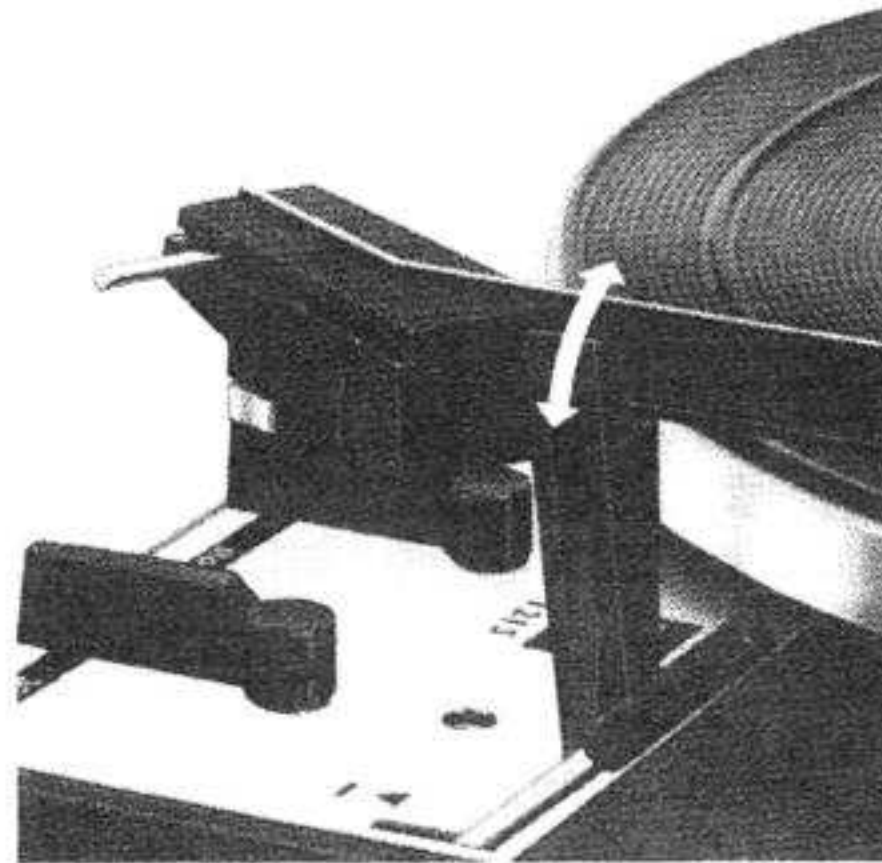

Fig. 7
Dann wählen Sie die erforderliche Plattenteller-Drehzahl ②, stellen die Drehtaste ③ auf den Schallplatten-Durchmesser (17, 25 oder 30 cm, bzw. 7, 10 oder 12") ein und entriegeln den Tonarm (Fig. 7).
Bemerkung: Nach dem Spielen der Schallplatte oder der letzten Platte eines Stapels kehrt der Tonarm automatisch auf seine Stütze zurück. Das Gerät schaltet sich aus. Es empfiehlt sich, nach Beendigung des Spieles den Tonarm zu verriegeln (Fig. 7).